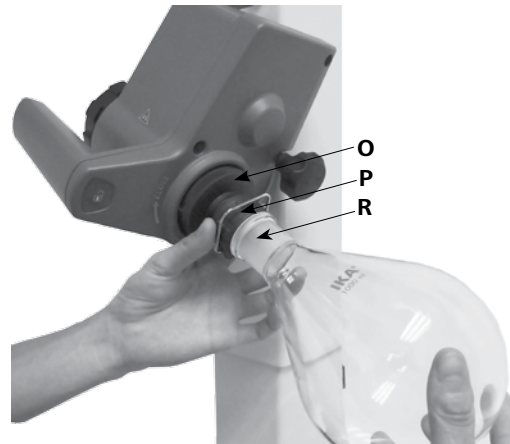

Fig. 15a
- Place the evaporation flask (**R**) on the Vapour tube. (Fig. 15a)